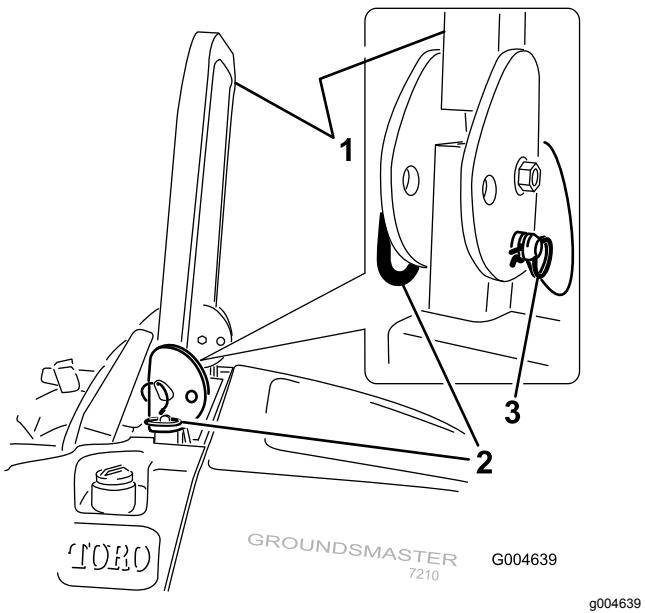

Figure 11
1. Pour abaisser l'arceau de sécurité, retirez les goupilles fendues, poussez l'arceau de sécurité en avant contre les ressorts et retirez les 2 axes (Figure 11).
- 3. Posez les 2 axes et fixez-les avec les goupilles fendues (Figure 11).
- 4. Pour relever l'arceau de sécurité, retirez les goupilles fendues puis les 2 axes (Figure 11).
- 5. Relevez complètement l'arceau de sécurité puis insérez les deux axes et fixez ces derniers avec les goupilles fendues (Figure 11).